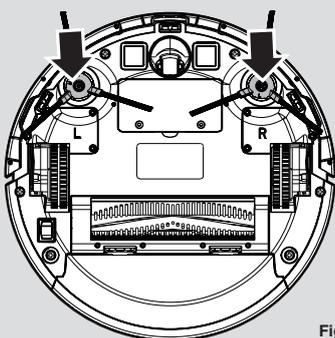

Fig. 3
6. Enfoncez les deux broches rotatives sur lesquelles figurent les lettres L et R sur les supports jusqu'à ce que vous entendiez un clic. Faites attention à ce que L et R figurent aussi bien sur l'appareil que sur les broches. [Fig. 3]